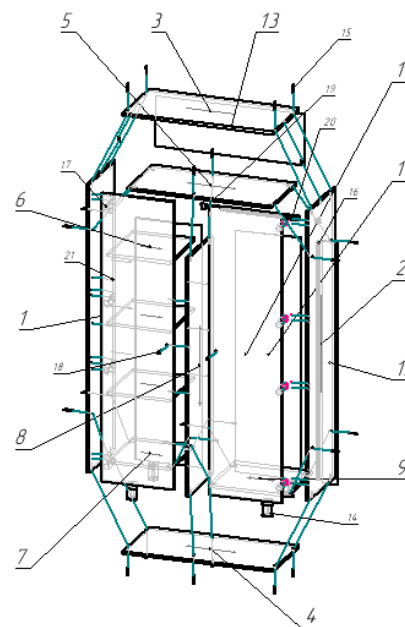

Рис.1 Схема сборки корпуса
6. Прикрепить к боковине правой (2) и перегородке (8) карман вешала (19) саморезами 4x16 (22) согласно рисунку 4. Установить штангу (20) в карман вешала (19).
7. Вставить полкодержатели (21) в отверстия на боковине левой (1) и перегородке (8). Установить полки съемные (6) на полкодержатели (21) (рисунок 1).
8. Приклеить заглушки самоклеящиеся (24).